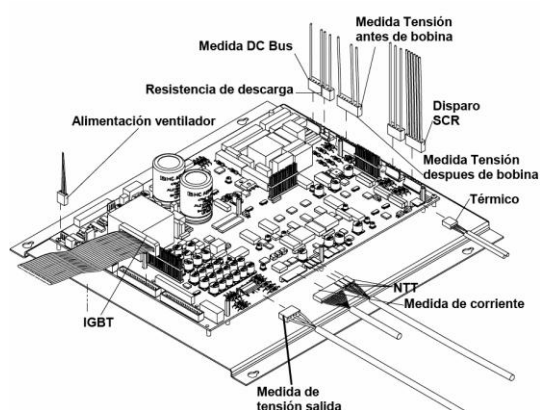

Figura 7.6. Retirar el cableado de la tarjeta de potencia.
Consultar la figura 7.6 mientras se siguen estas instrucciones:
- 7) Conectar los diferentes cables en sus respectivos conectores (ver figura 7.6)